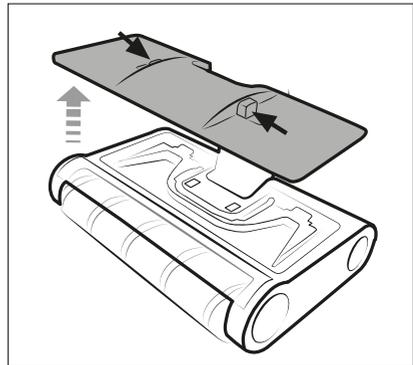

Fig. 9
- 2) Premere i due tasti di sblocco della copertura 14 del serbatoio dell'acqua sporca 13 e togliere la copertura 14 dal serbatoio dell'acqua sporca 13 (vedere fig. 9).